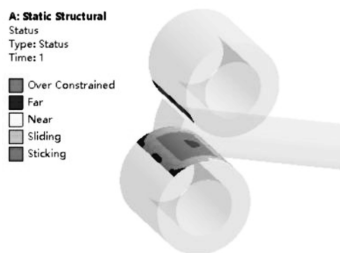
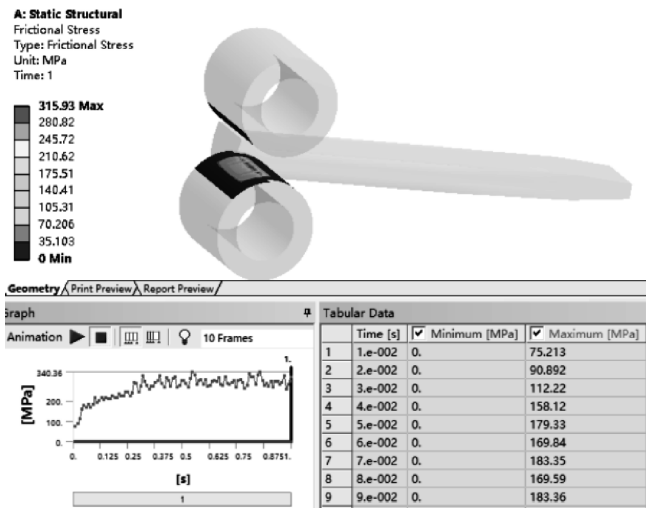
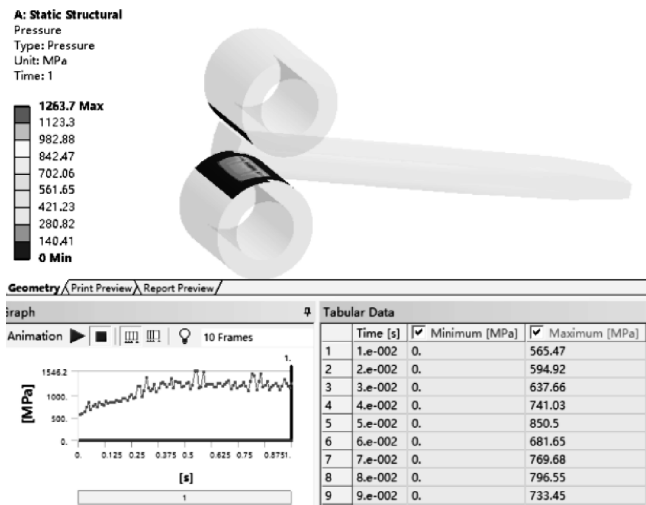

图 2-62 接触状态
图 2-63 摩擦应力
图 2-64 接触压力
- (1) 在导航树上单击【Solution (A6)】。
- (2) 在求解工具栏中单击【Tools】→【Contact Tool】。
- (3) 右键单击【Contact Tool】→【Insert】→【Frictional Stress】，【Pressure】。
(4) 右键单击【Contact Tool】，从弹出的快捷菜单中选择【Evaluate All Results】，运算后，分别单击【Contact Tool】→【Status】查看结果，如图 2-62 所示；单击【Contact Tool】→【Frictional Stress】查看摩擦应力结果，如图 2-63 所示；单击【Contact Tool】→【Pressure】查看接触压力结果，如图 2-64 所示。